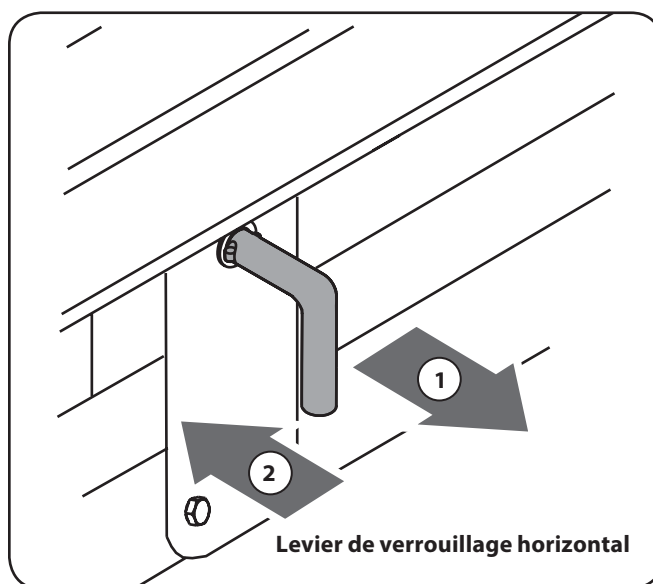

Figure 5-3
- b. Le levier de verrouillage horizontal est autobloquant. Le verrou à ressort s'enclenchera lorsque la poutre est abaissée en position. Voir Figure 5-3.